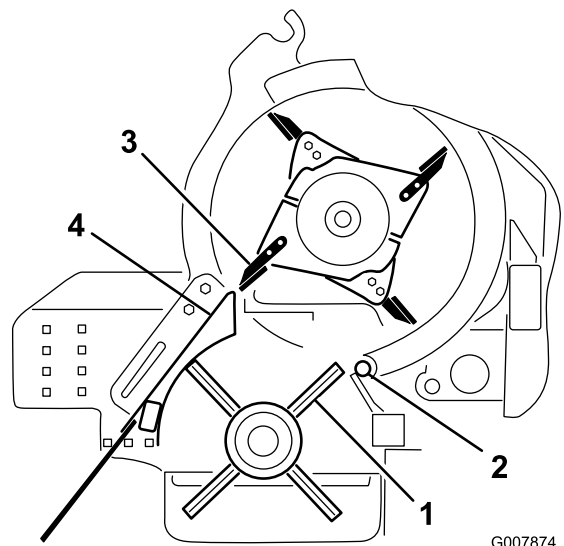

図 60
4. ブラシプーリを回して、ブラシの列を回転コーナーに整列させる 図 60。
5. チョッパーを回して、ブレードの刃先をブラシハウジングの外側にそろえる 図 60。